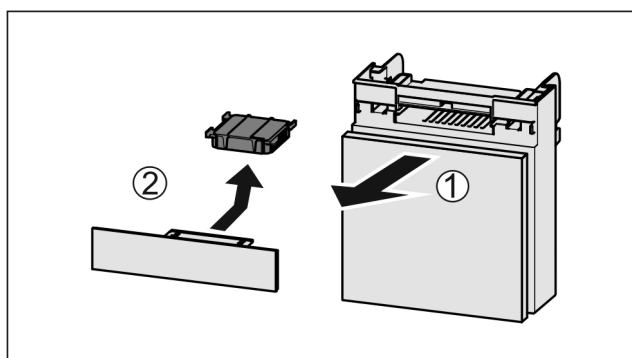

Fig. 40
- ▶ Вытянуть Fig. 40 (1) отделение движением вперед.
- ▶ Извлечение Fig. 40 (2) фильтра с активированным углем.